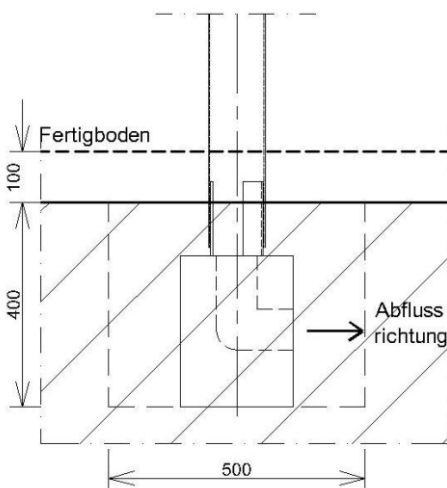

Abb. 16a
- 3.3 Platzieren Sie die Betonfundamente so, dass die Öffnungen zur Hauswand zeigen und alle waagrecht stehen. Abb.: 16a